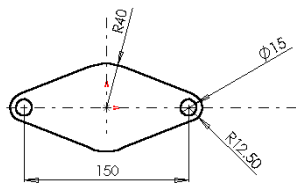
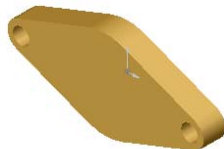

图 7-15 拉伸轮廓草图
图 7-16 拉伸特征
**①** 绘制草图。
2) 利用草图绘制工具绘制拉伸特征的草图轮廓, 并标注尺寸, 如图 7-15 所示。
**②** 创建拉伸特征。
2) 单击按钮, 生成基体拉伸特征, 如图 7-16 所示。